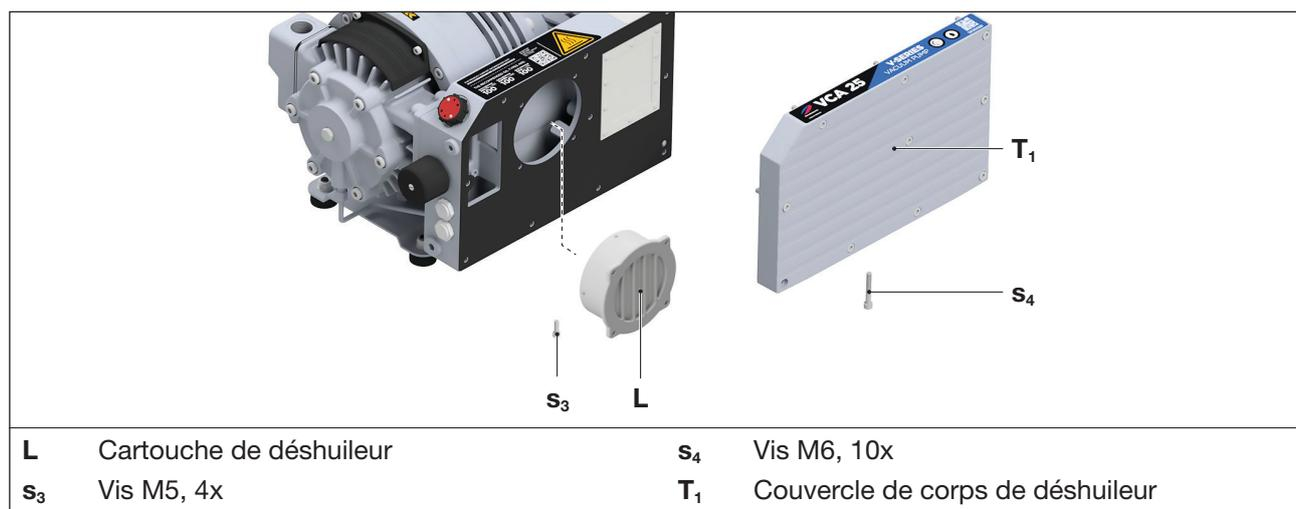

Fig. 8 Cartouche de déshuileur
- b) Desserrez les vis (Fig. 8/s₄) sur le couvercle de corps de déshuileur (Fig. 8/T₁) et retirez le couvercle de corps de déshuileur (Fig. 8/T₁).
- c) Desserrez les vis (Fig. 8/s₃) sur la cartouche de déshuileur (Fig. 8/L) et retirez la cartouche de déshuileur.
- d) Insérez la cartouche de déshuileur neuve (Fig. 8/L) et fixez-la à l'aide des vis (Fig. 8/s₃). Serrez la vis à la main.
- e) Remontez le couvercle de corps de déshuileur (Fig. 8/T₁) et fixez-le à l'aide des vis (Fig. 8/s₄).
- Serrez à fond l'anneau de levage du moteur (Fig. 8/m) et fixez l'outil de levage à l'anneau de levage du moteur. S'il n'y a pas d'anneau de levage, attachez le moteur à l'aide d'élingues rondes.